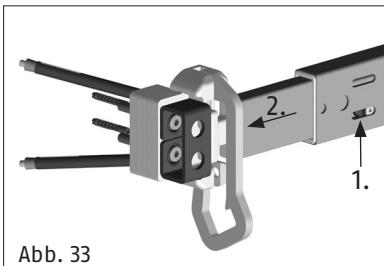

Abb. 33
- Riegel durch eine Schlüsselumdrehung ausschließen und Schlüssel abziehen (Sperrbügelstellung). Riegelstellschraube 1. (Abb. 33) lösen und Riegelrohr soweit verschieben, bis ein geeigneter Befestigungspunkt für den Schließkasten erreicht ist. Auf festen Untergrund für die Verschraubung ist zu achten. Falzstärke mit Anschraubplatte und ggf. Kunststoffunterlagen ausgleichen. Bei Falzstärken < 16 mm empfehlen wir die Verwendung der Schlosskörperunterlage. Schließkastenposition markieren. Bei festgelegter Riegelstellung die Riegelstellschraube 1. (Abb. 33) festdrehen.